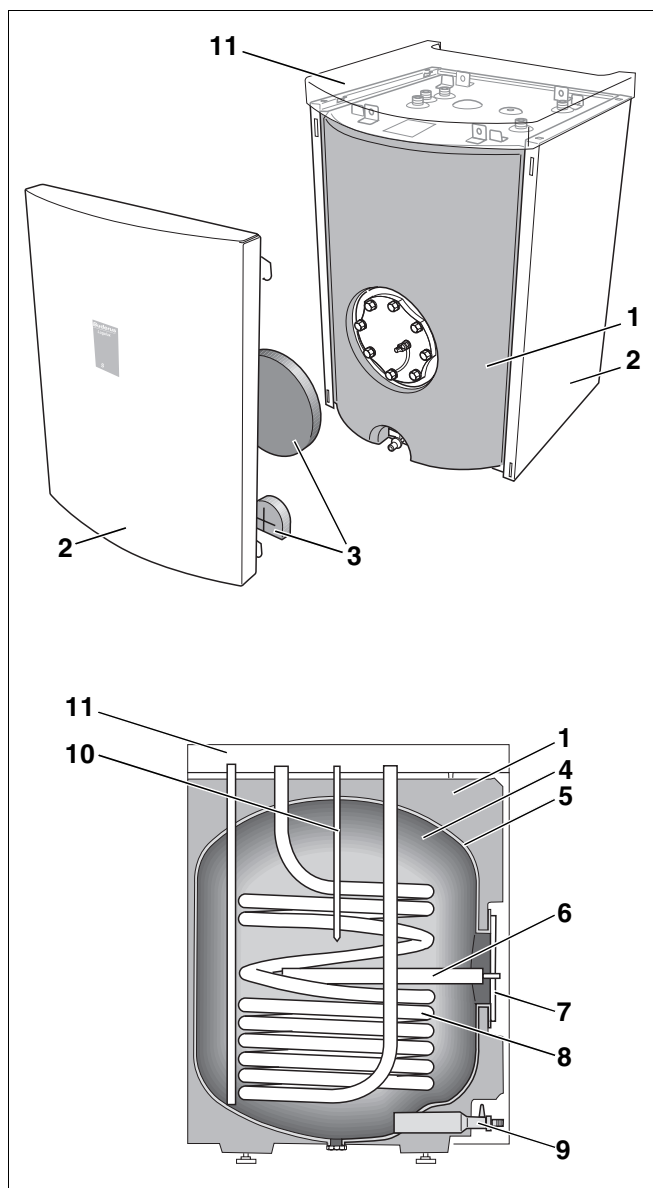

Fig. 1 Préparateurs d'ECS Logalux S135/S160 (en dessous=schéma)
- Réservoir du préparateur (fig. 1, **pos. 4**) avec protection contre la corrosion.
La protection contre la corrosion est composée de la thermovitrification de Buderus DUOCLEAN MKT (fig. 1, **pos. 5**) et d'une protection cathodique supplémentaire par l'anode au magnésium (fig. 1, **pos. 6**), accessible par la trappe de visite (fig. 1, **pos. 7**).
- Isolation thermique (fig. 1, **pos. 1**)
L'isolation thermique en mousse rigide de polyuréthane sans CFC est injectée directement sur le préparateur d'ECS. Deux éléments d'isolation thermique (fig. 1, **pos. 3**) en mousse minimisent les pertes thermiques par la trappe de visite et le robinet de vidange.
- Habillage (fig. 1, **pos. 2**)
- Echangeur thermique à tubes lisses (fig. 1, **pos. 8**)
- Doigt de gant (fig. 1, **pos. 10**)
- Trappe de visite (fig. 1, **pos. 7**) pour l'entretien et le nettoyage, et robinet de vidange (fig. 1, **pos. 9**).
- Capot du préparateur (fig. 1, **pos. 11**, accessoires)